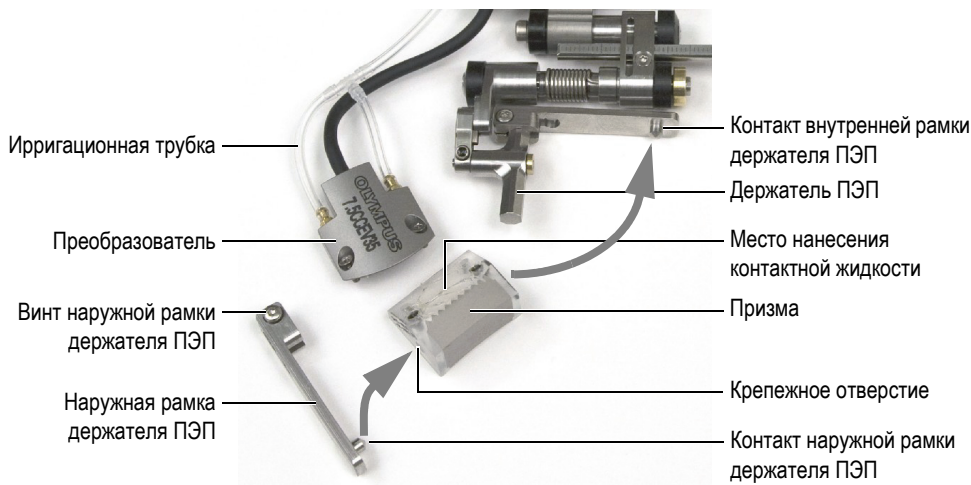

Рис. 2-4 Установка преобразователя и призмы на сканер
5. Вставьте контакт внутренней рамки держателя ПЭП в крепежное отверстие призмы (см. Рис. 2-4 на стр. 36).